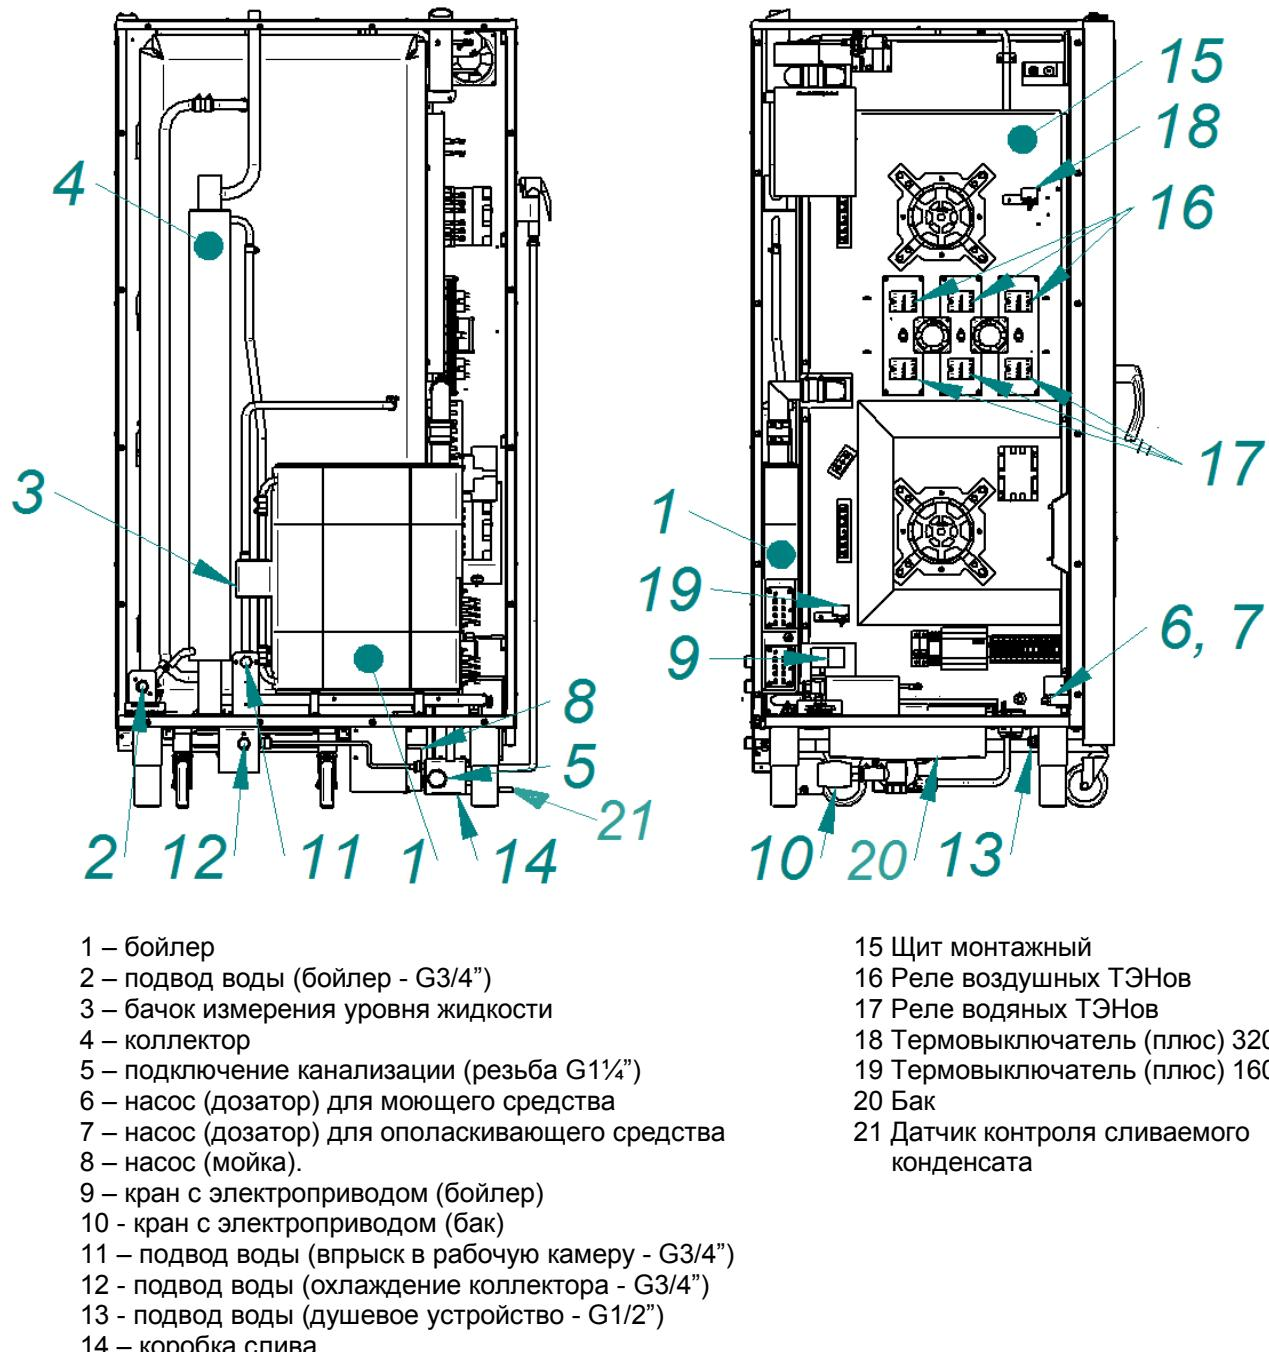

Рисунок 2 Система водоснабжения, водоотведения и автоматической мойки
- рабочий элемент датчика термовыключателя (плюс) 3200С (рис. 2 поз. 15). Термовыключатель при достижении температуры в духовке (плюс) 3200С обесточивает цепи управления. Контроллер по состоянию контакта цепи управления формирует сигнал ошибки и выводит информационное сообщение на экран;
Система водоснабжения и водоотведения пароконвектомата приведена на рис. 2. Бойлер (рис. 2 поз. 1) вырабатывает пар и обеспечивает его подачу пара в духовку на заданных режимах.
Для контроля уровня воды в бойлере предусмотрен дополнительный бак (рис. 2 поз. 3) в котором установлены два электрода:
Контроллер по состоянию сигнала на электродах формирует команду управления электромагнитным клапаном заполнения бойлера (рис. 2 поз. 2) или реле водяных ТЭНов (рис. 2 поз.17):
Для предотвращения аварийной ситуации, при отказе системы контроля уровня воды, в бойлер установлен термовыключатель (рис.2 поз. 19). Термовыключатель при достижении температуры обесточивает цепи управления. Контроллер по состоянию контакта цепи управления формирует сигнал ошибки и выводит информационное сообщение на экран.
Для принудительной подачи воды в духовку предусмотрен электромагнитный клапан рис. 2 поз. 11. принудительная подача воды возможна только для режима «Конвекция».
Пар, пройдя через духовку, поступает в водосборный коллектор (рис. 2 поз. 4), где конденсируется и попадает в водосборный бак охлаждения конденсата.
Конденсат дополнительно охлаждается и сливаются в канализацию. Температура сливающегося конденсата отслеживает датчик (рис. 2 поз 21). По сигналу, полученному от датчика, контроллер формирует сигнал управления на электромагнитный клапан рис. 2 поз. 12. Изменение температуры сливающегося конденсата осуществляется в настройках контроллера.
- электропривод кран бойлера рис. 2 поз. 9;
- электропривод кран ванны рис. 2 поз. 10;
- насос моющего и ополаскивающего средства рис. 2 поз. 6 и поз. 7;
- насос рис. 2 поз. 8.
Кран бойлера переводится в положение «открыто» - вода из бойлера сливается в бак рис. 2 поз. 20. Одновременно в зависимости от шага мойки в бак насос (дозатор) моющего или ополаскивающего средства добавляет средство (только для режима мойки с жидким моющим раствором!).
ной температуры для следующего шага мойки. Температура воды в бойлере отслеживается датчиком рис. 2 поз. 29.
Включается насос мойки рис.2 поз 3. Вода из бака поступает на «зонт» и распыляется по стенкам духовки. Одновременно включается вентилятор духовки.
- G1/2" (см. рис. 2 поз. 13 наружная резьба) – душевое устройство. Допускается подключать к неподготовленной воде.